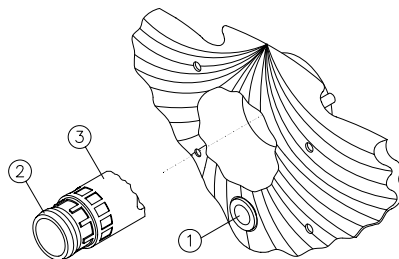

Fig. 9a
11.1 Sobald die HIDROJET-Einrichtung installiert ist, ist Ihr Schwimmbad bereit, sich dank des angenehmen Gefühls, das von der Wasserströmung oder dem Wasser mit Luft der Ausrüstung verursacht wird, in eine Zone der Erholung und des Vergnügens zu verwandeln. Wir setzen die HIDROJET-Einrichtung von Inneren des Schwimmbads aus in Betrieb, indem wir den Pneumatikschalter (Nr.1, Fig.9a-9b) bedienen.
Mit der Anlage in Betrieb können wir entweder eine Wasserströmung allein oder mit Luft gemischtes Wasser einstellen. Dies wird dadurch erreicht, indem wir die Düsen der Vorderseite bedienen (siehe Fig. 9a-9b), wie es nachstehend erklärt wird:
- Strömung nur mit Wasser: Wir erreichen die maximale Durchflussmenge des Wassers, indem wir die innere Düse (Nr.2, Fig. 9a-9b) komplett nach links drehen. Wenn wir sie nach rechts drehen, verringern wir also die Durchflussmenge.
- Wasserströmung mit Luft: Um die Luftmenge zu regulieren oder um die Luft ganz abzustellen, drehen wir die äußere Düse (Nr.3, Fig.9a-9b) nach rechts oder nach links.